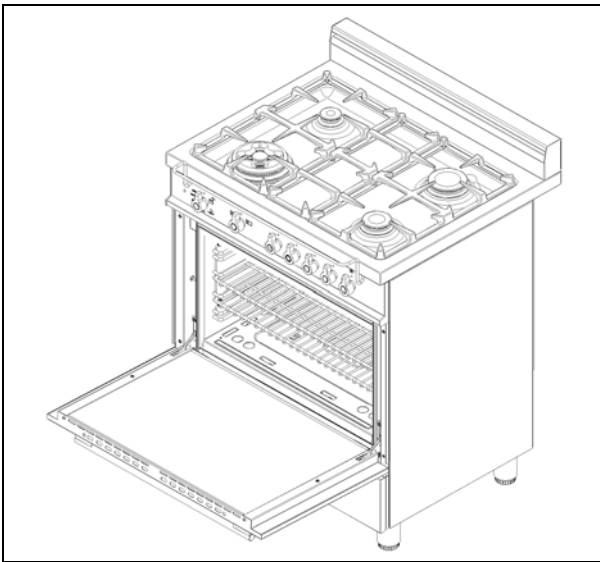

Fig. 9A
- 1) Remove the oven door (Fig. 9A-9B)